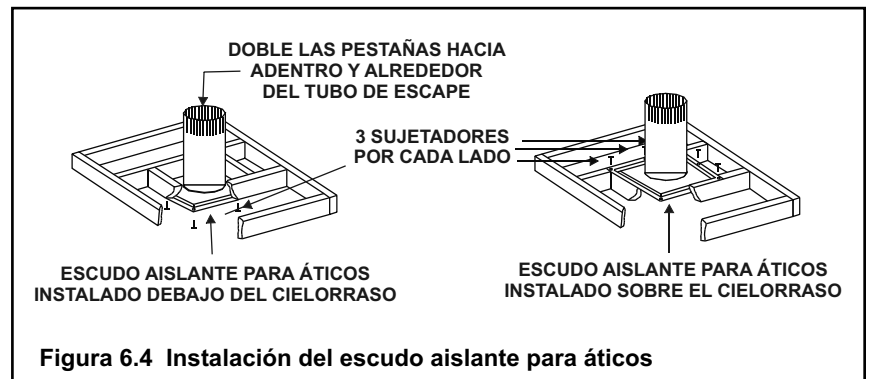

Figura 6.4 Instalación del escudo aislante para áticos
- El escudo aislante para áticos puede ser instalado sobre o debajo del cielorraso (vea la Figura 6.4).